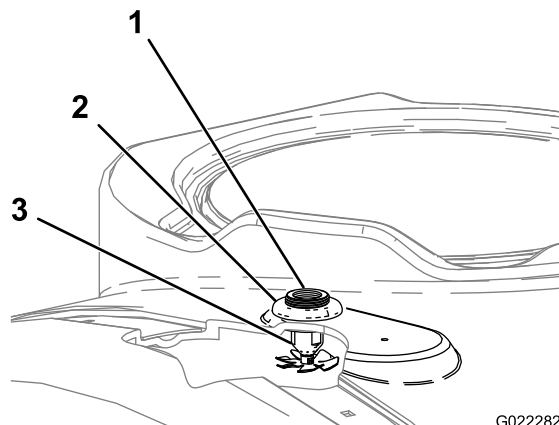

図 5
2. 先ほどあけた穴の下から上へ、ノズル・アセンブリを通して取り付ける 図 5。
3. タンク上部のバルクヘッドのねじ山に、プラスチック製フランジナットを取り付ける 図 5。バルクヘッドのフィッティングとタンクの下との間のシールが正しく入っていることを確認する。